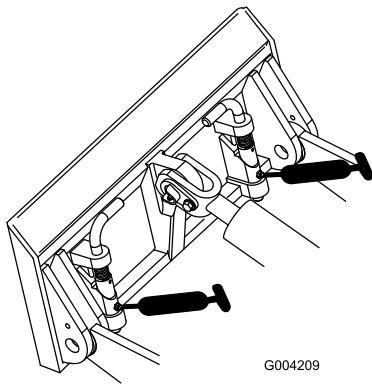

Figure 20
4. Raccordez une pompe à graisse à chaque graisseur (Figure 19 et Figure 20).